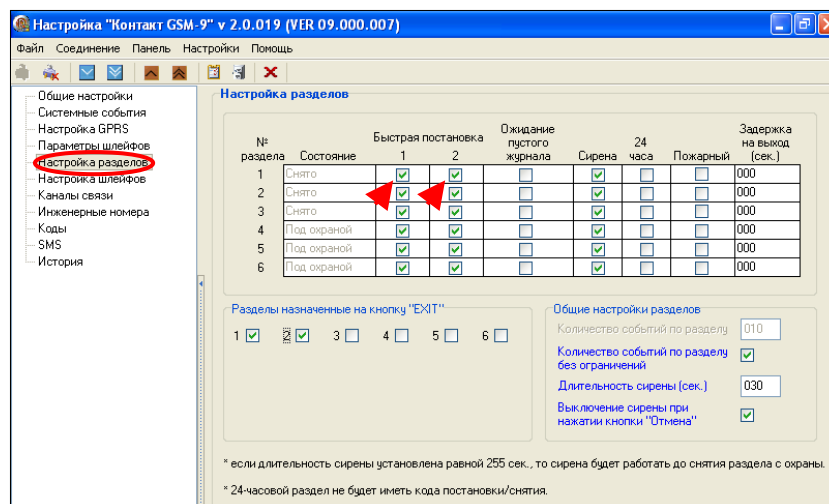

Рис.5.11. Вариант №1 быстрой постановки под охрану: раздел ставится под охрану и включается задержка на выход даже если шлейф нарушен.
**Вариант №1** (рис.5.11) быстрой постановки под охрану: раздел ставится под охрану и задержка на выход включается, даже если шлейф нарушен.